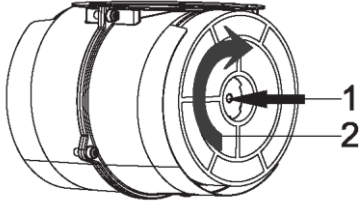

Рис. 6: УГОЛЬНЫЙ ФИЛЬТР
- 1- Установите угольный фильтр на двигатель. Фиксатор для установки находится на воздушной решетке мотора. (Рис. 6).
- 2- После совпадения фиксатора с отверстием на фильтре, поверните его по часовой стрелке. Убедитесь, что он полностью встал на место. Фильтр должен полностью прилегать к корпусу мотора. (Рис. 6).